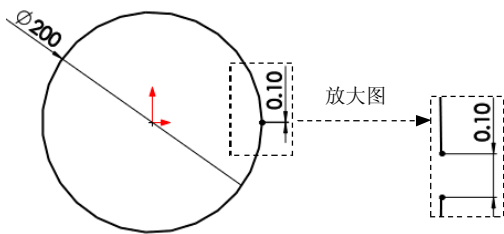

图 2.2.4 草图 2
Step4. 创建图 2.2.4 所示的草图 2。选择下拉菜单 **插入(I)** → **草图绘制** 命令；选取上视基准面作为草图基准面，绘制图 2.2.4 所示的草图 2。